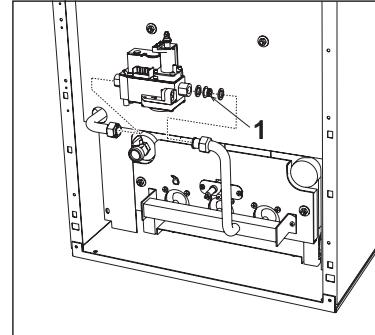

рис. 18 - Газовая диафрагма
**!** Для перехода с метана на сжиженный нефтяной газ необходимо **удалить** газовую диафрагму (1 - рис. 18)
Для перехода с сжиженного нефтяного газа на метан необходимо **установить** газовую диафрагму (1 - рис. 18и \*\*\* " on page 45 \*\*\*)